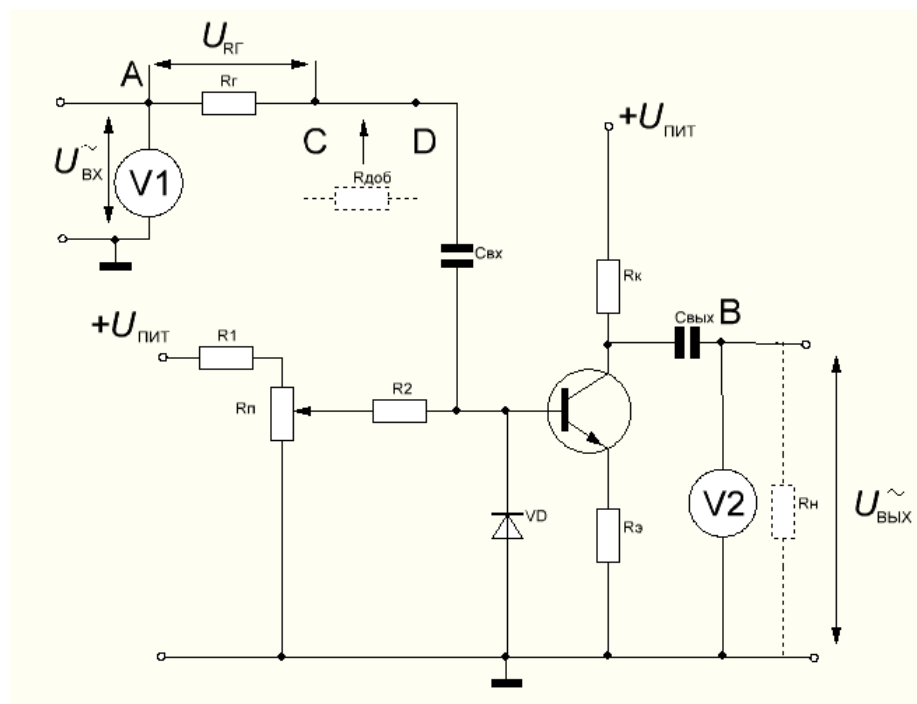

Рис. 8.3
- Соберите на наборном поле цепь усилительного каскада с ОЭ (Рис. 8.3). В ней напряжение смещения (положение рабочей точки)